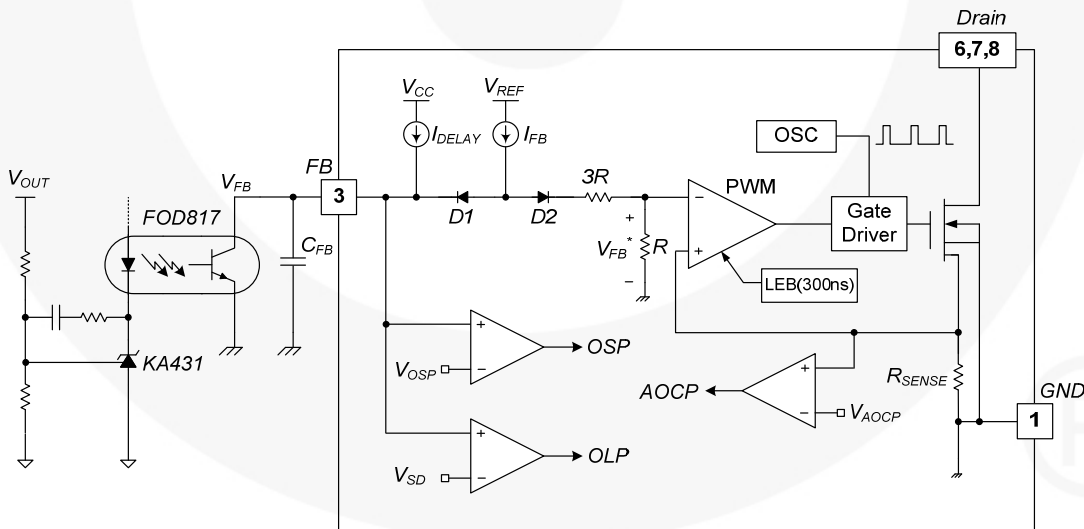

图 20. 脉宽调制 (PWM) 电路
3. 反馈控制: 该器件采用电流模式控制, 如图 20 所示。通常用光电耦合器 (如 FOD817) 和电压调节器 (如 KA431) 实现反馈网络。通过比较反馈电压与 R_{SENSE} 电阻两端的电压, 可实现开关占空比的控制。当电压调节器的参考引脚电压超过内部参考电压 2.5 V 时, 光电耦合器 LED 电流增大, 拉低反馈电压, 并减小漏电流。这种情况通常在输入电压提高或输出负载降低时发生。
3.1 逐脉冲限流: 由于采用电流模式控制, 因此通过 PWM 比较器的反相输入 (V_{FB}^*) 限制了流经 SenseFET 的峰值电流, 如图 20 所示。假设 90 μ A 的源电流只流经内部电阻 ($3R + R = 25 \text{ k}\Omega$), 则二极管 D2 的阴极电压约为 2.8V。由于 (V_{FB}) 超过 2.84 V 时 D1 受阻, 所以 D2 的最大阴极电压将箝位在此电压值。因此, 通过 SenseFET 的电流峰值将受到限制。